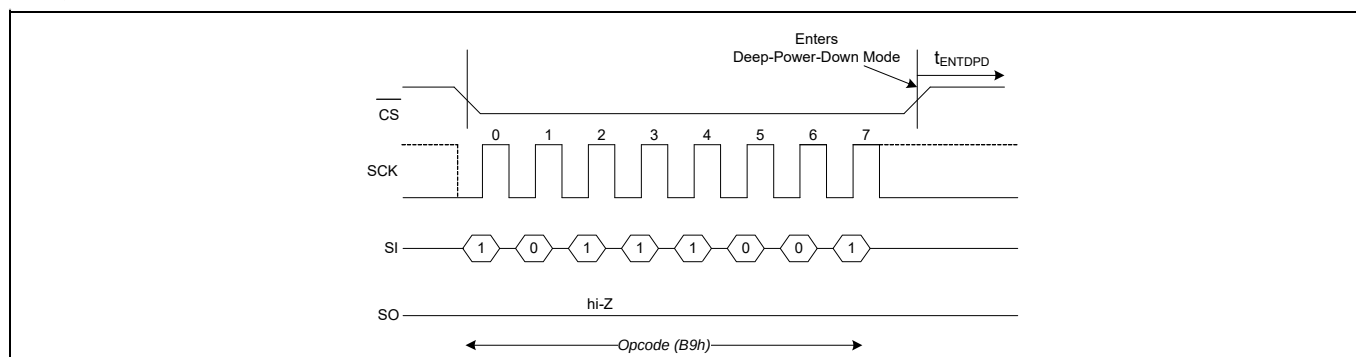
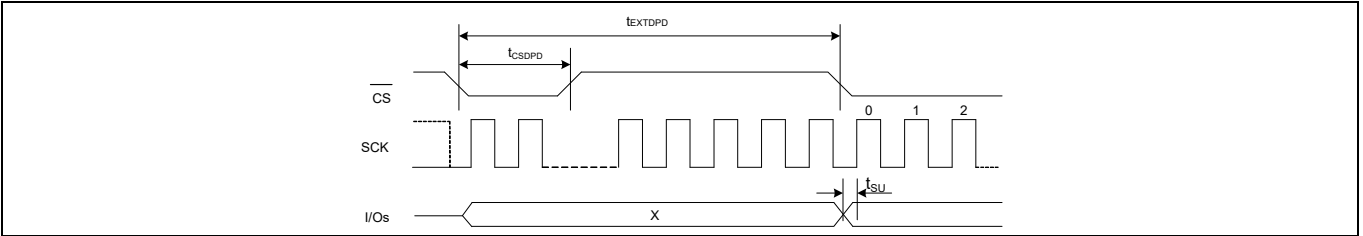

Figure 99 SPI 模式下的 DPD 进入
Figure 102 SPI 模式下的 DPD 退出
经过 t_{EXTDPD} 的时间后, 通过 $\overline{CS}$ 脉宽 t_{CSDPD} 或硬件复位可以退出深度掉电模式。可以通过发送虚拟指令周期或单独切换 $\overline{CS}$ (无需关注 SCK 和 I/O) 来生成 $\overline{CS}$ 脉冲宽度。从深度掉电模式唤醒期间, I/O 保持高阻态 (hi-Z)。请分别参考 Figure 99 和 Figure 102, 了解有关深度掉电进入和深度掉电退出的时序信息。
- Figure 99 中所显示的时序可以应用于 DPI 和 QPI 模式。